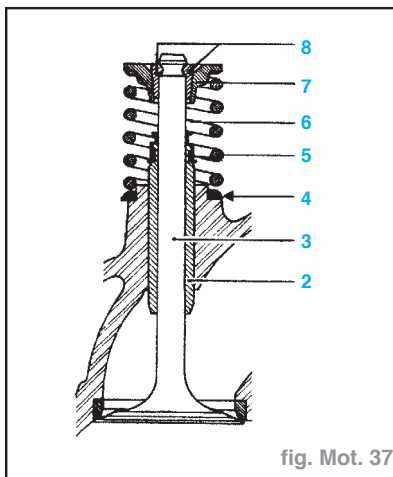

fig. Mot. 37
- Mettre en place les rondelles d'embase (4) des ressorts (fig. Mot. 37).